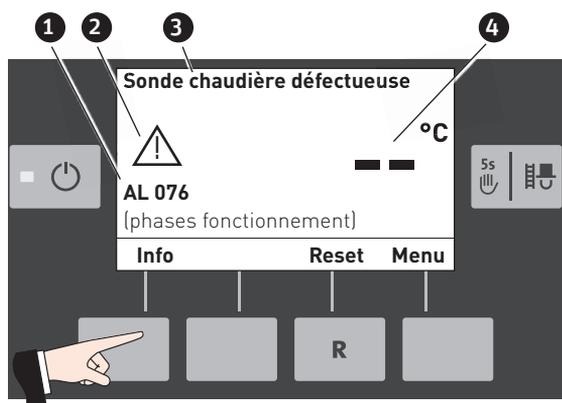
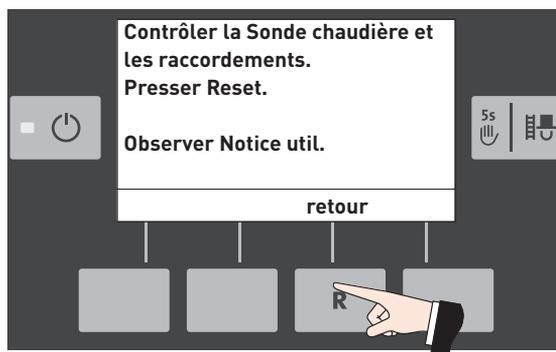

Fig. 68
Fig. 69
La chaudière bois à gazéification s'autocontrôle pendant la marche. Tous les écarts constatés par rapport au fonctionnement normal sont signalés sur le module InfoWINPLUS par des messages d'information, d'erreur ou d'alerte. Lorsqu'un tel message apparaît, un symbole d'information, d'erreur ou d'alerte, un code d'information s'affiche et une courte description en texte intégral se présente – Fig. 68.
La pression de la touche **Info** (Fig. 68) fait afficher le texte d'information correspondant (Fig. 69). Pour quitter le menu de texte d'information, presser la touche **retour** (Fig. 69) ; autre possibilité : au bout de 10 mn, le message d'information, d'erreur ou d'alerte s'affiche nouveau – Fig. 68.
Pour presque tous les messages, il faut appuyer sur la touche **Reset** une fois que l'erreur qui a provoqué l'apparition du message d'information (IN), d'erreur (FE) ou d'alerte (AL) a été éliminée. Dans ce cas, la mention « Reset » est affichée dans la barre de menu – Fig. 68.